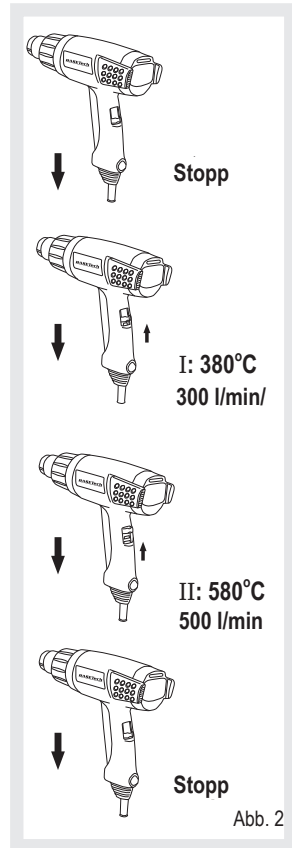

Abb. 2
- Stellen Sie den Ein/Aus-Schalter (C) auf I oder II. Mit dem Ein-/Aus-Schalter (C) können Sie verschiedene Gebläsestufen- und Temperaturkombinationen wählen. (Abb. 2)